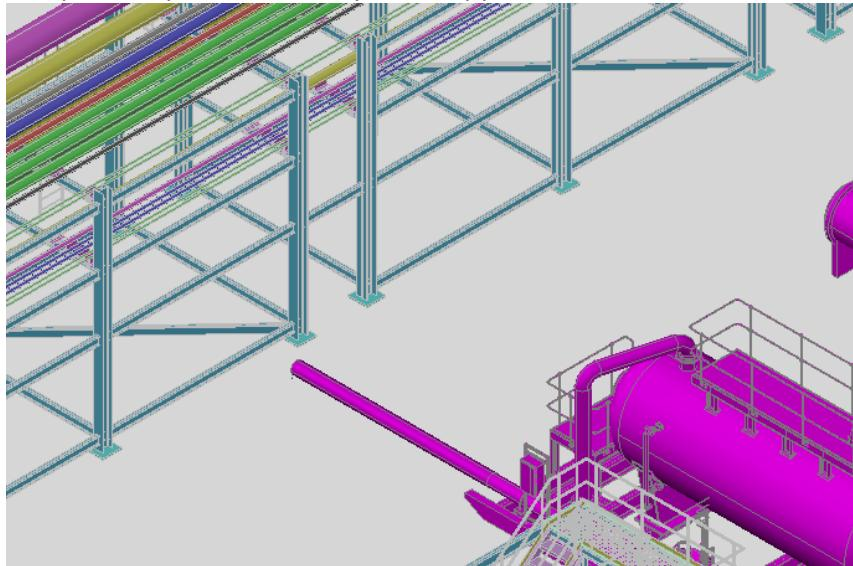

Рис. 109
- Постройте горизонтальный участок трубы длиной **5200 мм** (Рис. 109).